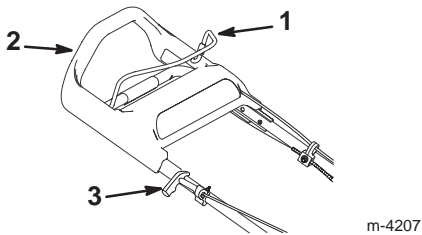

Bild 10
Der Startergriff und der Sicherheitsschaltbügel befinden sich am oberen Griffteil, siehe Bild 10.
- **Manuelles Starten** – Ziehen Sie leicht am Startergriff, bis Sie einen Widerstand spüren. Ziehen Sie ihn dann kräftig durch (Bild 10). Lassen Sie das Seil langsam zum Griff zurücklaufen.